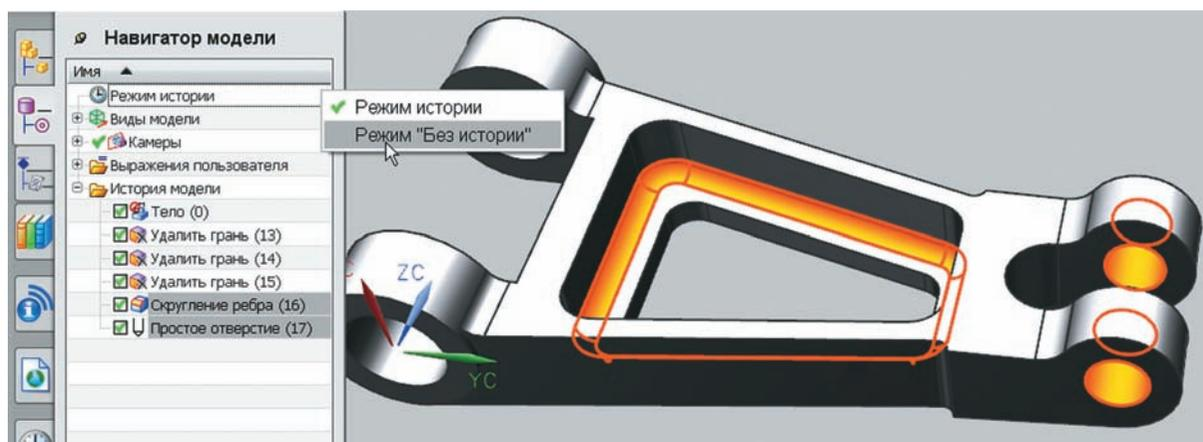

Рисунок 6.12. Добавление элементов в режиме с историей построения
- С помощью команд **Скругление ребра (Edge Blend)** и **Отверстие (Hole)** модуля **Моделирование** добавьте соответствующие конструктивные элементы, восстановив её исходное состояние (это также можно сделать деактивацией операций удаления граней, но в данном случае необходимо добавить стандартные команды моделирования в историю). А затем переключитесь в режим моделирования без истории построения (рис. 6.12).